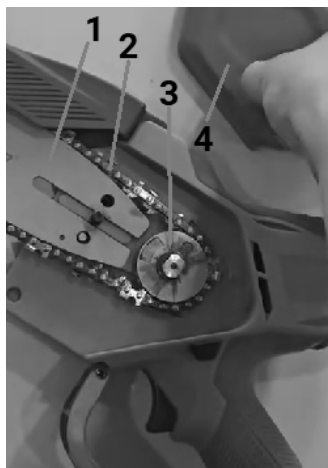

Рисунок 2. Схема встановлення різального блоку: напрямної «шини» та ланцюга.
5.1.2 Встановлення напрямної та різального ланцюга (рис. 2), вказівки щодо зменшення шуму або вібрації.
1. Переконаватися, що АКБ від'єднана та розташувати виріб на рівній поверхні захисною кришкою (4, рис. 2) зверху.